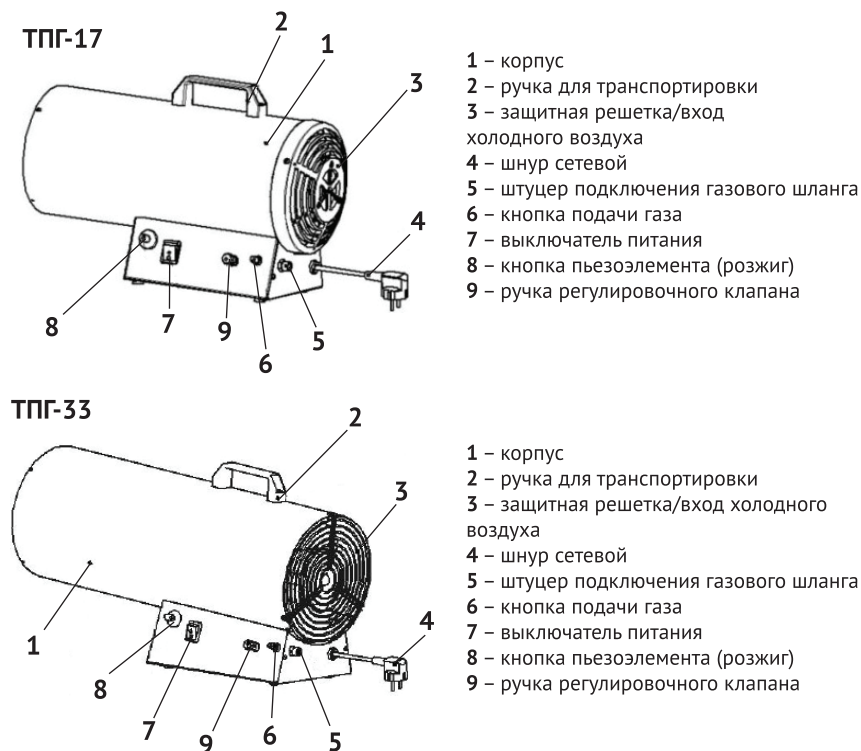

рис.1
1.6 Общий вид тепловой газовой пушки представлен на рис.1